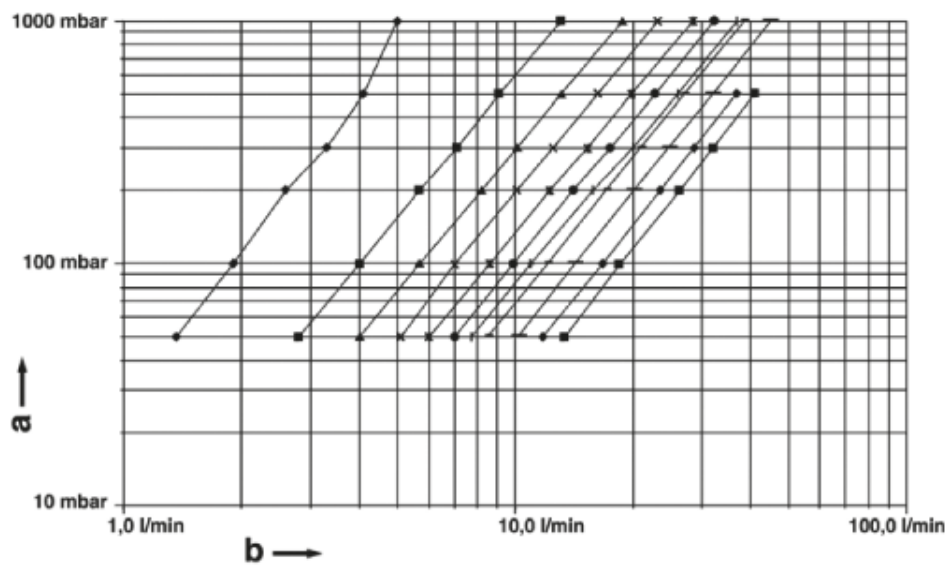

Bild 2 Druckverlustdiagramm für Regulierventil am Rücklauf
2. Einstellung (Stellung 1-11) über Bild 2 ermitteln.